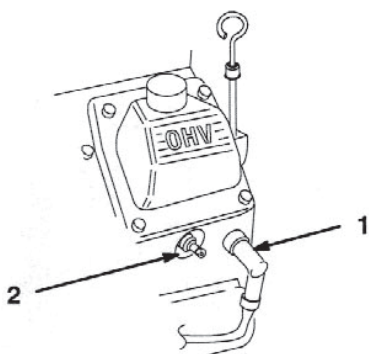

図48
8. 点火コードを外す(図48)。プラグを取り外した時に燃焼室内に異物が落ちないように、プラグの周囲をきれいに清掃する。
3. 点火ワイヤを取り付ける (図48)。